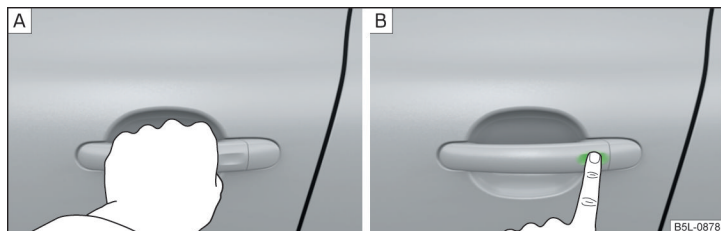

Fig. 31 Desbloquear vehículo / bloquear vehículo
- Agarrar la manivela para **desbloquear** el vehículo » fig. 31 - **A**.
- Tocar el sensor en la manivela con el dedo para **bloquear** el vehículo » fig. 31 - **B**.